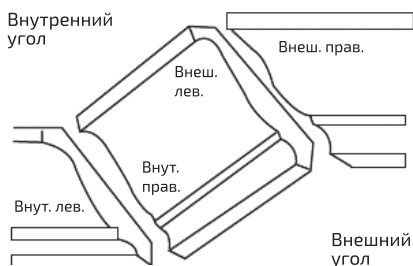

Рис. 29
1. Данной торцово-усорезной пилой потолочный плинтус можно распилить, только положив его на стол (рис. 29).